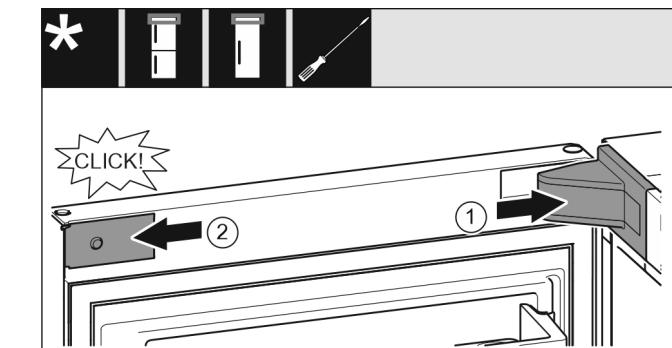

Fig. 20
- Lagerbockabdeckung aufsetzen und einrasten, ggf. vorsichtig auseinanderdrücken. *Fig. 20 (1)*
- Blende seitlich ansetzen und einrasten. *Fig. 20 (2)*